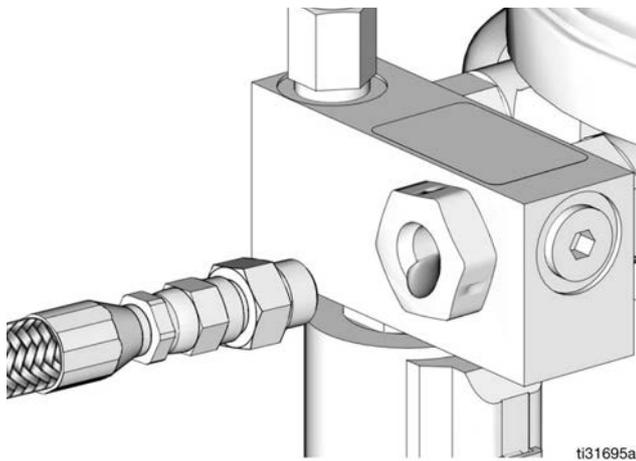

FIG. 31
2. Haga funcionar la bomba únicamente hasta que empiece a salir lubricante sin aire por el accesorio de conexión del elemento (FIG. 31).